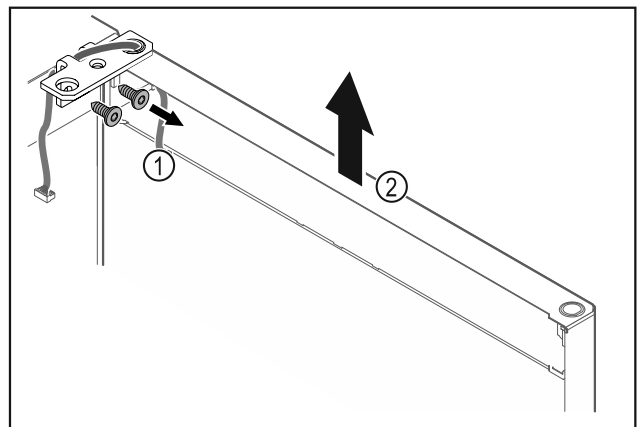

Fig. 12
- Scharnierwinkel Fig. 12 (1) abschrauben.
- Tür inklusive Scharnierwinkel Fig. 12 (2) circa 200 mm gerade nach oben heben und abnehmen.